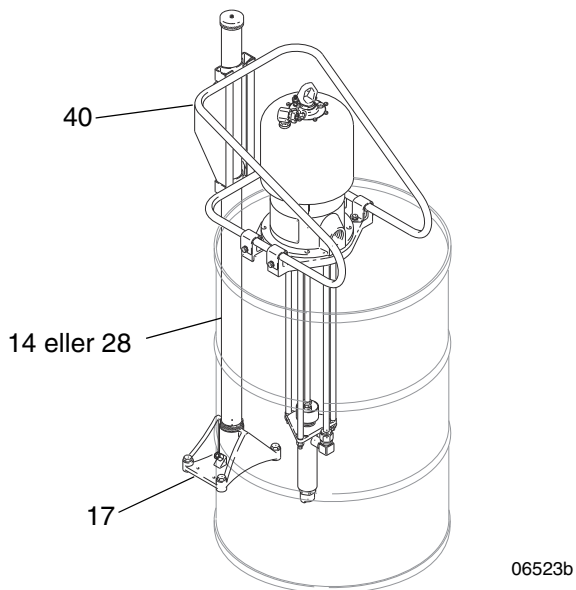
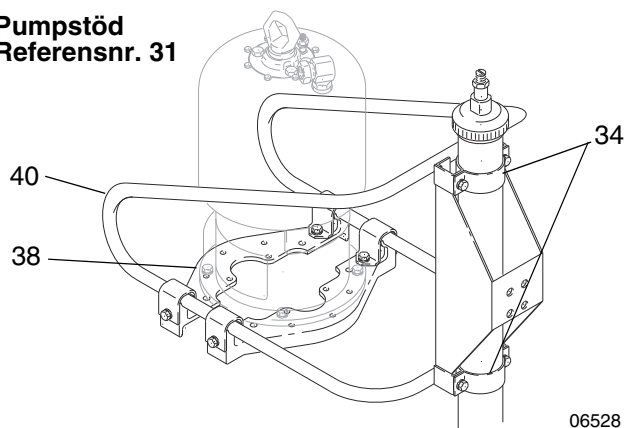

FIG. 1
FIG. 3
Placera en öppen trumma mot lyftens basplatta (17). Placera fästet (40) ovanpå trumman så att klämmans (34) fördjupningar ligger tätt mot lyftens stigarrör (14 eller 28). Se FIG. 1 och FIG. 3. Hög stigarröret ungefär 6,4 mm (0,25 tum), installera klämmorna (34) och dra åt. Fäst pumpens monteringsfästen (38).